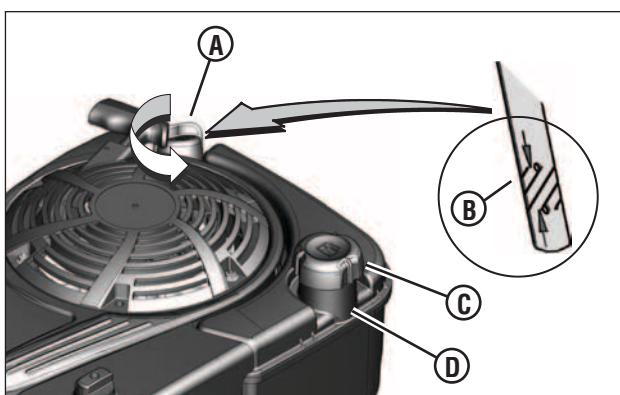

Figure 2 : Remplissage de carburant et d'huile
- Retirer la jauge d'huile (**A**, **Figure 2**) et essuyer avec un chiffon propre.
- Si le niveau est bas, ajouter l'huile (l'huile Briggs & Stratton SAE30 certifiée pour tondeuses est recommandée) lentement dans le trou de remplissage du moteur. **Ne pas trop remplir.** Après avoir ajouté l'huile, attendre une (1) minute et vérifier de nouveau le niveau d'huile.
- Enlever le bouchon de remplissage de carburant (**C**, **Figure 2**).